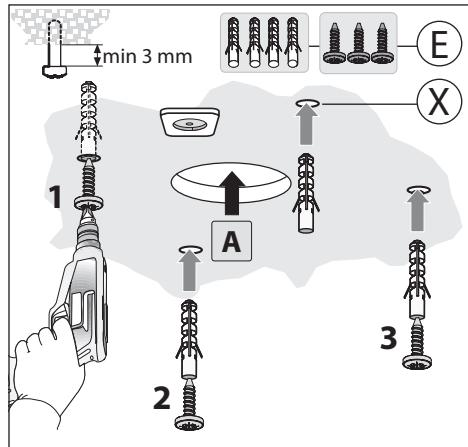

Fig.8
- Просверлить на потолке 4 отверстия Ø8 и вкрутить 3 болта, не завинчивая их до конца. Не вставлять болт в отверстие, отмеченное **X** на сверлильном шаблоне рис.8 (болты и расширяющиеся дюбеля должны соответствовать типу стены).